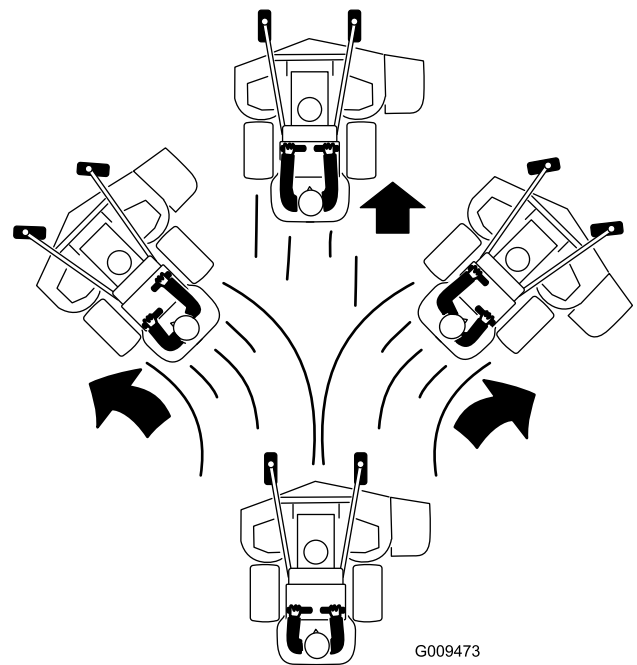

Figura 21
4. Empuje lentamente las palancas de control de movimiento hacia adelante (Figura 21).